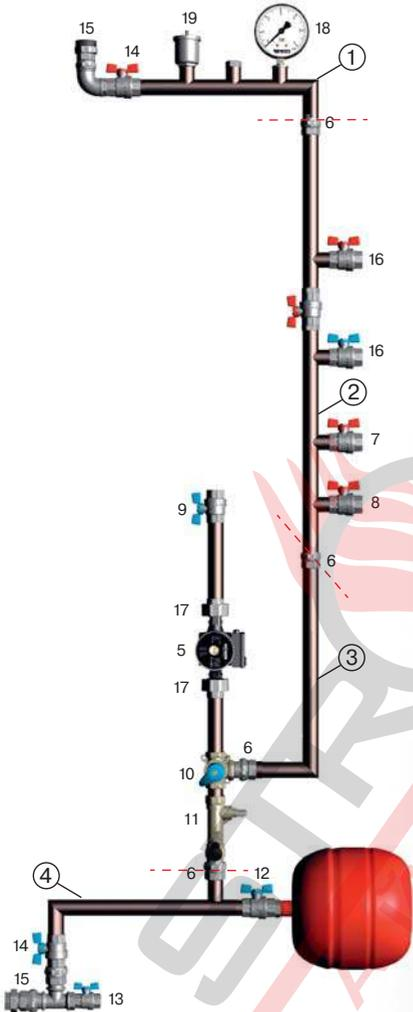

рис. 12
13.4. ОПИСАНИЕ УЗЛА С ПОДКЛЮЧЕНИЕМ БОЙЛЕРА, БЕЗ ТЕПЛЫХ ПОЛОВ (рис. 12, схема 1)